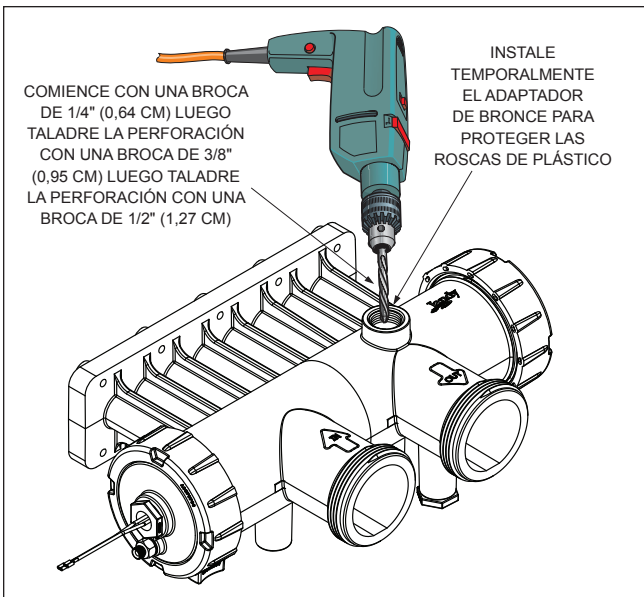

Figura 13. Taladre un agujero para la válvula de liberación de la presión
2. Con el avellanador como guía en el centro del agujero ciego, perfore un agujero de 1/4 de pulgada que atraviese el plástico (véase Figura 13).